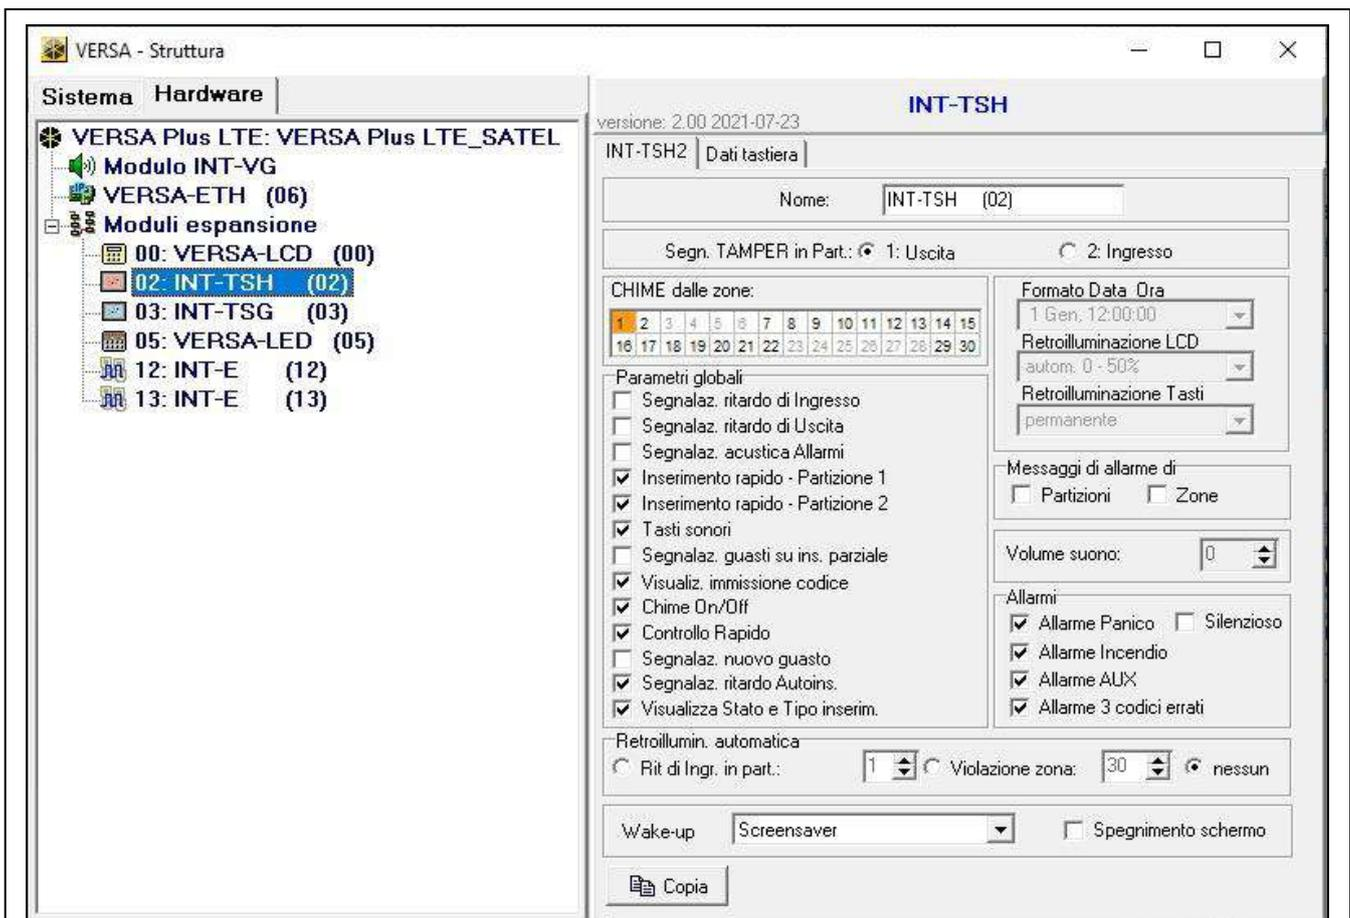

Fig. 23. Software DLOADX: tastiera nel sistema VERSA – scheda "INT-TSH2" (esempio).
- software DLOADX: →finestra "VERSA – Struttura" →scheda "Hardware" →ramo "Moduli espansione" →[nome tastiera] (Fig. 23).